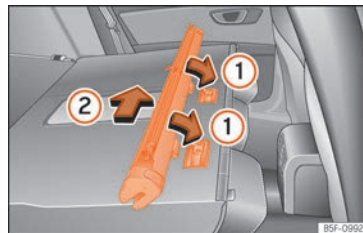

Fig. 181 Montar la red de separación en los respaldos del asiento trasero.
- Coloque la carcasa de la red en los rebajes de los carriles de sujeción en el sentido de las flechas » » » **fig. 181 ①**.
- Empuje la carcasa hacia el lado izquierdo del vehículo en el sentido de la flecha » » » **fig. 181 ②** y hasta el tope.
- Tire de la carcasa de la red aproximadamente 5 cm en el sentido contrario de la flecha » » » **fig. 181 ②**.
- Extraiga la carcasa de los carriles de sujeción tirando en el sentido contrario al de las flechas » » » **fig. 181 ①**.